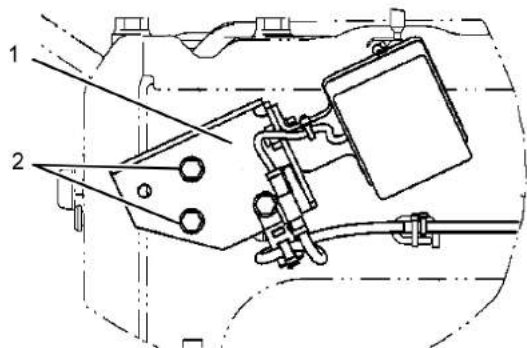

Ilustración 280
- b. Reinstale el soporte (1) con los pernos (2) que se encuentran en los dos orificios superiores del soporte. Consulte la ilustración 280 .